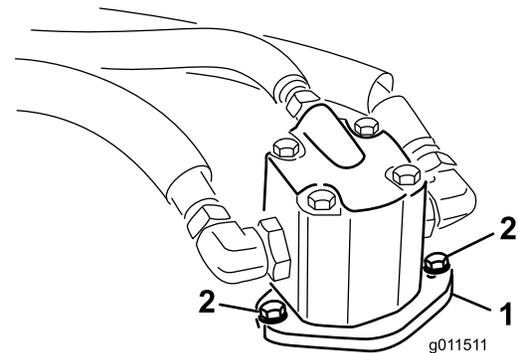

Figura 66
5. Togliete i bulloni che fissano il motore idraulico all'apparato di taglio (Figura 66).